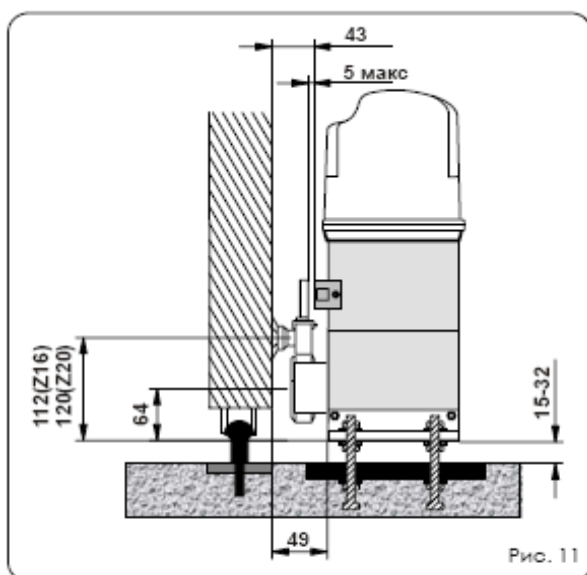

Рис. 11
4. Подгоните высоту основания и расстояние от привода до ворот, как показано на рис.11.
Расстояние от концевого выключателя до пластины концевого выключателя должно быть не более 5 мм (рис. 11).